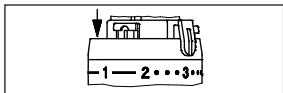

Abb.7
2. Zur unteren Begrenzung wird ein Element, wie abgebildet, in die Position eine Nut vor der Merkhzahl „2“ eingesteckt (Abb. 7).